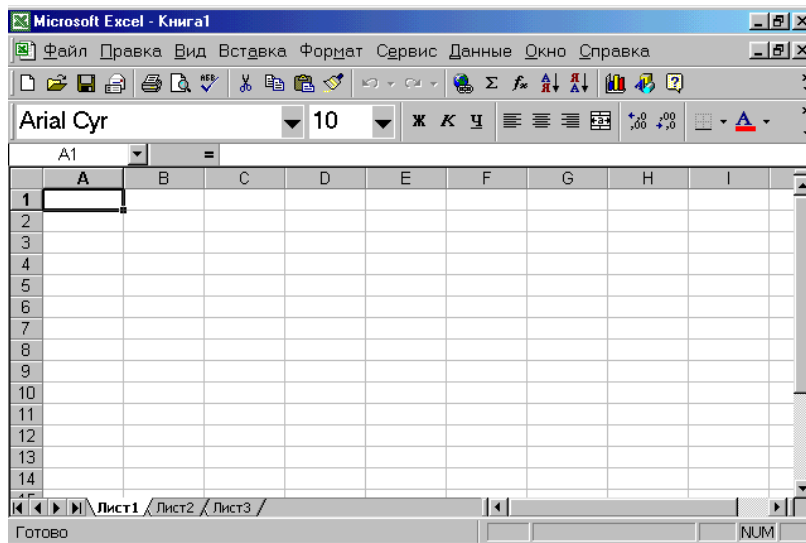

Рис.1. Вікно Microsoft Excel
**Microsoft Excel** – табличний процесор, програма для створення й обробки електронних таблиць. Ярлик Microsoft Excel має вигляд на рис. 1.